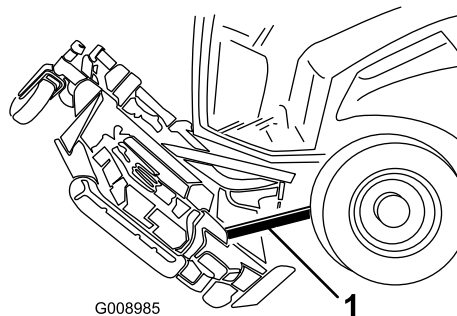

Figure 89
5. Placez une cale de 2 x 4 entre l'arrière du plateau et la machine (Figure 89).